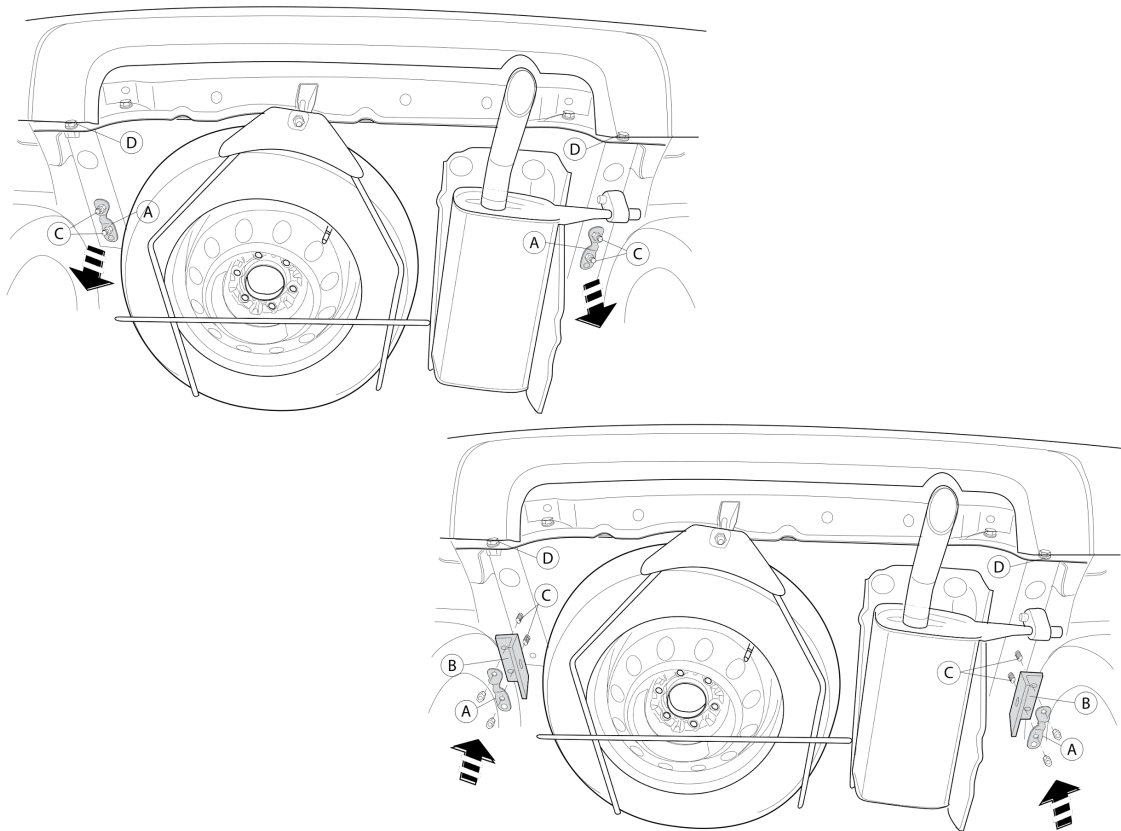

Fig. 1
1. Снять если имеется кронштейны А слева и справа. См. рисунок 1.
2. Поставить кронштейны В и прикрепить их в точках С, закрепив не до конца. См. рисунок 1.